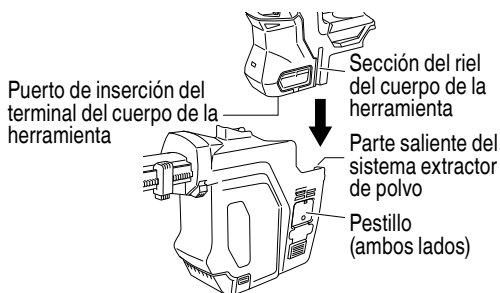

Fig. 3
- (1) Instalación del sistema extractor de polvo (Fig. 3)